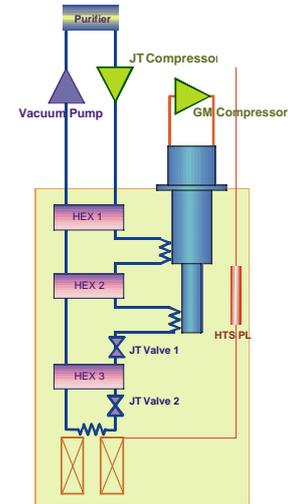

Fig. 1 Flow diagram of the GM/JT Cryocooler with two JT valve.
GM/JT 冷凍機では GM 冷凍機で予冷された高圧のヘリウムをジュールトムソン (JT) 弁で膨張させて寒冷を発生する。JT 膨張は等エンタルピー膨張であり、エントロピーを増大させるため効率が低い。JT 膨張を多段化するとエントロピーの生成が少なくなり、効率が增加する。GM の 2 段ステージと第 3 熱交換器との間に JT 弁を追加した場合の効果を調べた (Fig. 1)。